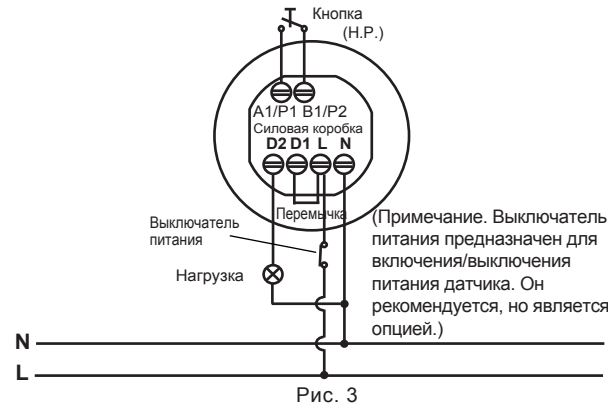
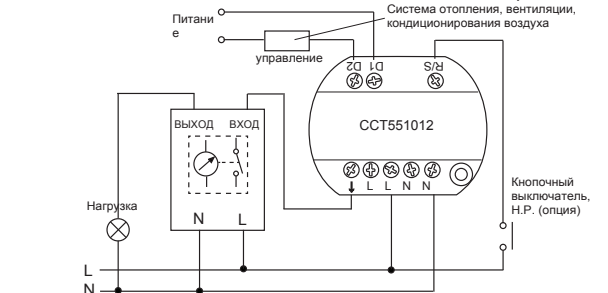

Рис. 3
Рис. 8. Датчик, используемый с цепью лестничного таймера
- Один датчик управляет одной нагрузкой (см. рис. 3).
3.2.2.2 Клемма R/S обеспечивает опциональную точку подключения кнопки. На рис. 8 показано, как подключить датчик к цепи лестничного таймера.
3.3.3.2 Вытяните кабели из стандартной распределительной коробки (см. рис. 14), а затем зачистите изоляцию кабеля на 6–8 мм для подключения и выполните подключения кабелей в соответствии со схемами подключения (см. рис. 3 – рис. 8).
3.3.4.5 Соберите головную часть датчика с силовой коробкой согласно рис. 13, а затем выполните подключения в соответствии со схемами подключения (см. рис. 3 – рис. 8).